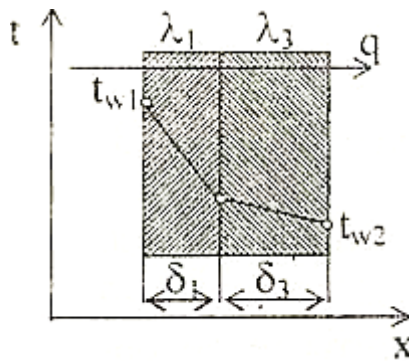

Рис. 2. Расчетная схема 2-х слойной плоской стенки
2) Если отказаться от слоя засыпки, то стенка станет 2-х слойной (см. рис.2). Обозначения на рисунке оставляем теми же, кроме новой толщины слоя красного кирпича  $\delta_3$ .